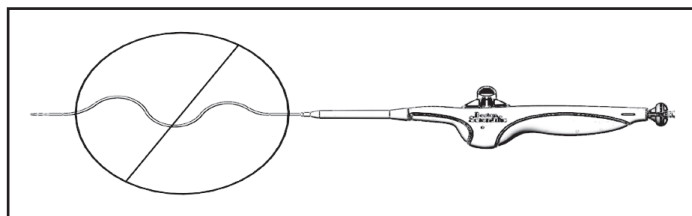

Figura 5. Reducción de la distensión
### 10.9 Intervención de despliegue del stent (consulte la figura 5)
**Nota:** Si no se reduce la distensión (consulte la figura 5) o la curvatura del catéter del sistema introductor entre la vaina guía o introductora y el mango del sistema introductor durante el despliegue puede perjudicarse la precisión, especialmente en casos ipsolaterales.